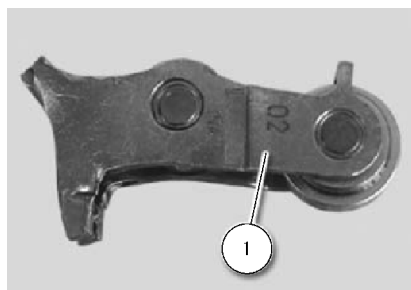

图 14-22 中间杠杆
13) 如图 14-22 所示, 所有中间杠杆都已分类。已安装的中间杠杆分类数值为 0 ~ 5。